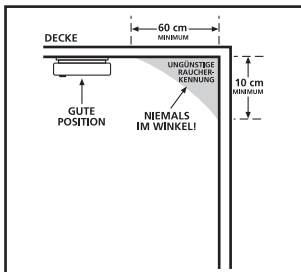

Bild 1
- Halten Sie bei der Deckenmontage eines Rauchmelders einen Abstand von mindestens 60 cm zu den Wänden ein (siehe Abbildung 1).